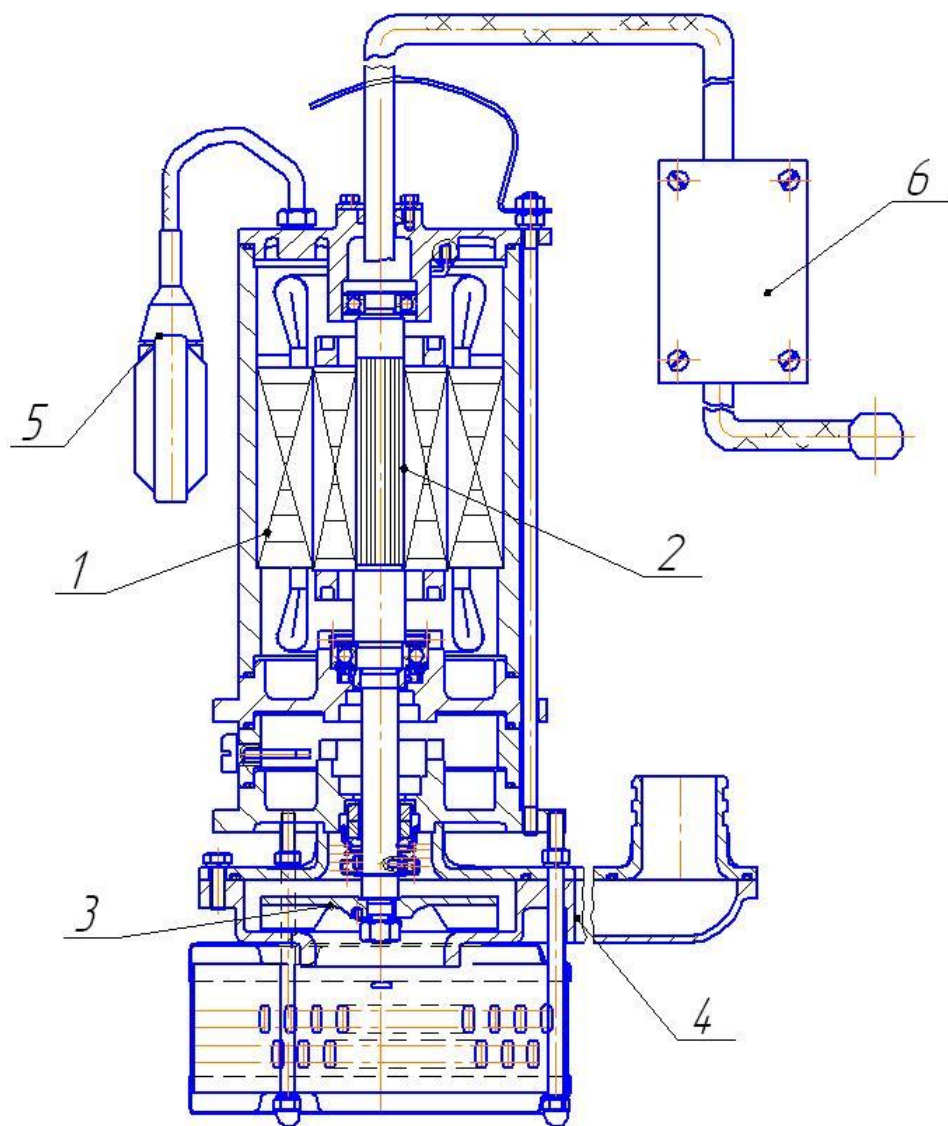

Рис. 1
4. УСТРОЙСТВО И ПРИНЦИП РАБОТЫ (Рис.1)
СТАТОР (рис. 1, поз.1) – прессованный активный пакет железа, заключенный в гильзу.